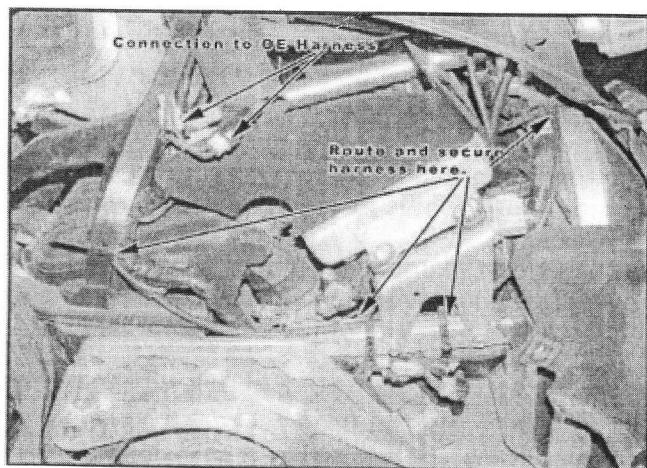

Рис.6
- Продолжите прокладку провода чеки-выключателя вниз и вокруг верхней левой стороны перегородки вперед в сторону фары. См. рисунок 6.